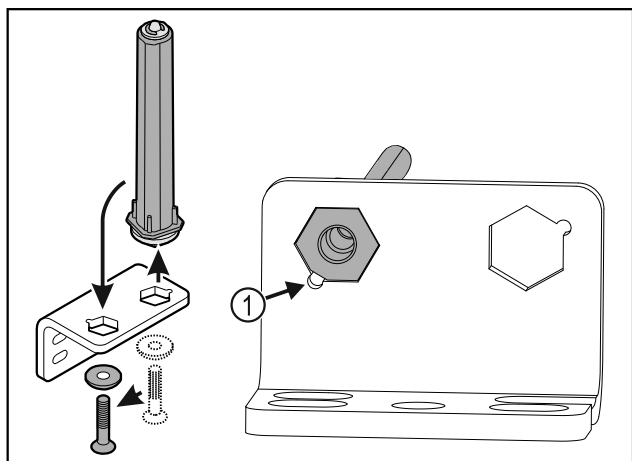

Fig. 32
- ▶ Pobrinite se za to da je prilikom umetanja zakošenje na svornjaku Fig. 32 (1) usmjereno prema okrugloj rupi.